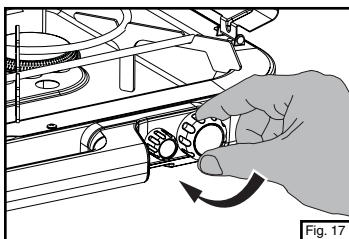

Fig. 17
- Éteignez fermement les commandes. (Fig. 17)